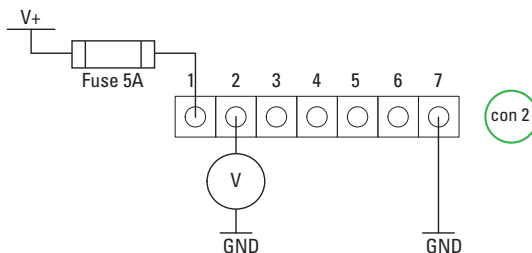

Abbildung 20. Festlegung des SoC der Batterien
3. Legen Sie die Spannung bei Pin 2 von CON2 fest (siehe Abbildung 20).